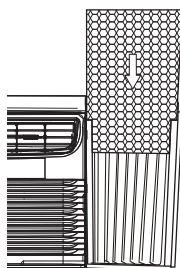

FIG. 24
3. Placez le côté motif du panneau isolation pour faire face à l'intérieur de votre chambre, puis faites glisser le panneau isolation dans le cadre jusqu'à ce que le panneau va dans le cadre de rideau de côté complètement. Si le panneau isolation ne glisse pas dans le cadre douceur, couper le panneau isolant puis essayez à nouveau, jusqu'à ce que le panneau isolant corresponde au cadre (FIG. 24).